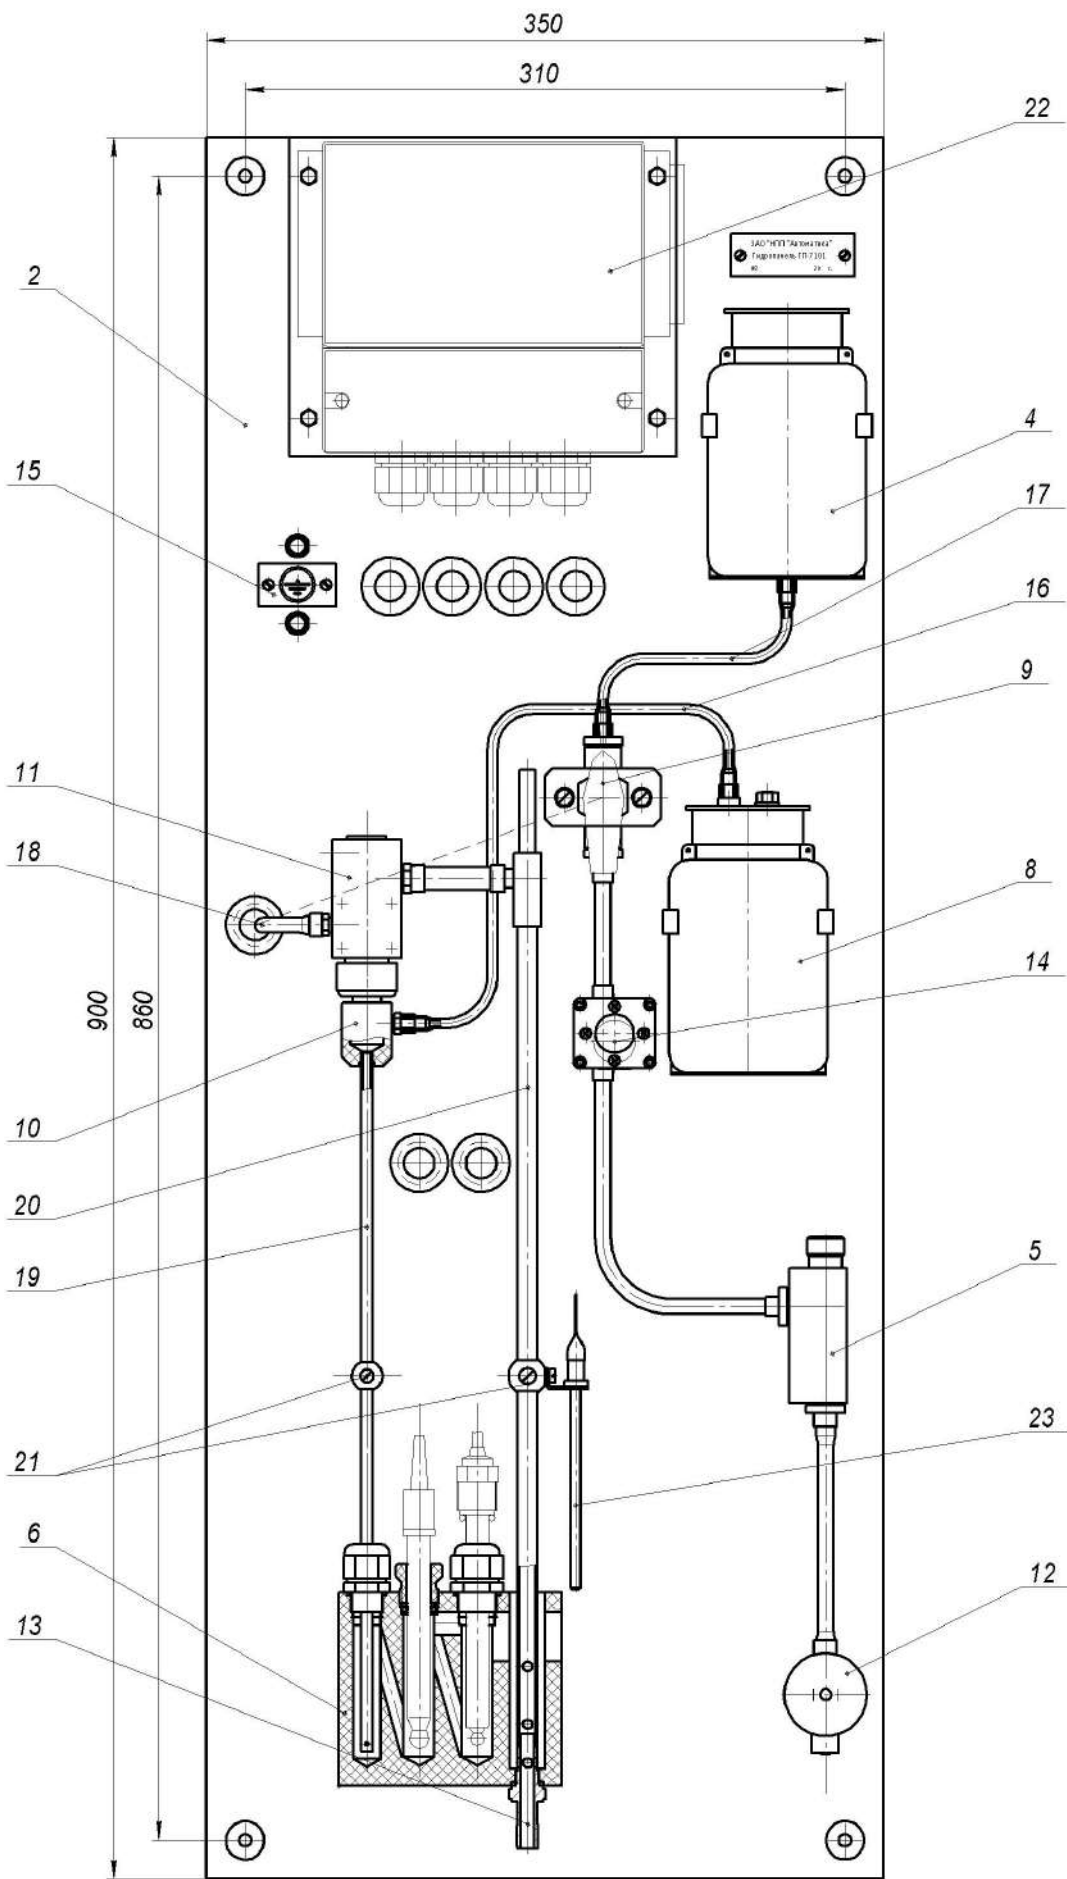

Рисунок 1 - Устройство гидропанели ГП-7101
5.1.1 Рисунок 1 иллюстрирует вид и устройство ГП.
7.2.2 Заправка бачка (бутыли) с реагентом или замена реагента (смотри Рисунок 1).